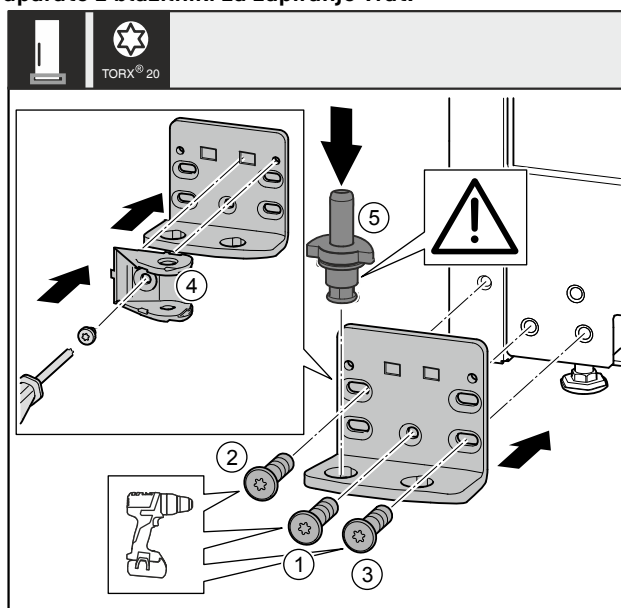

Fig. 37 *
- ▶ Ležajni podstavek namestite na drugo stran in ga po s pomočjo izvijača. Pričnite z vijakom Fig. 37 (1) spodaj na sredini.*
- ▶ Privijte vijak Fig. 37 (2) in vijak Fig. 37 (3).*
- ▶ Spoj blažilnika za zapiranje vrat Fig. 37 (4) obrnite za 180°. Privijte ležajni podstavek na drugi strani z izvijačem.*
- ▶ Vstavite ležajni sornik Fig. 37 (5) do konca. Pri tem pazite na to, da je zaskočni zapah obrnjen nazaj.*